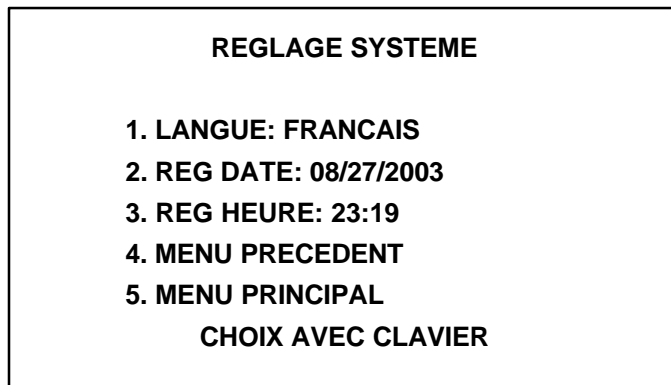

Figure 6-11. Écran RÉGLAGE SYSTÈME 2
8. **PLUS** : Sélectionner 4 pour afficher un écran RÉGLAGE SYSTÈME supplémentaire. Voir figure 6-11.